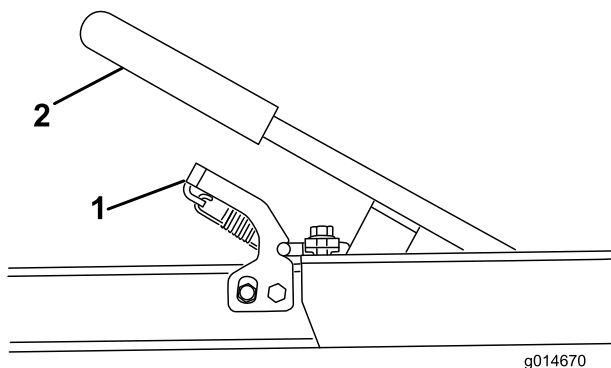

Bild 11
1. Drücken Sie die Riegel und den Hubgriff nach unten, während Sie die Kontrolle über die Anhängerpritsche beibehalten und den Griff anfassen (Bild 11). Senken Sie die Ladepritsche des Anhängers auf den Boden ab.
7. Drücken Sie auf den Griff, bis der Anhänger im Riegel einrastet (Bild 11).